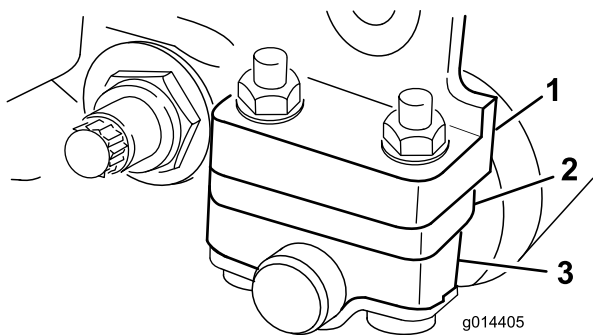

Figura 8
1. Reglai consolele rolei posterioare la intervalul înălțimii de tăiere dorite, poziționând numărul necesar de distanțiere sub flana de montare a plăcii laterale (Figura 8) conform Diagrame de selectare a înălțimii de tăiere și contracuitului (Pagină 11).